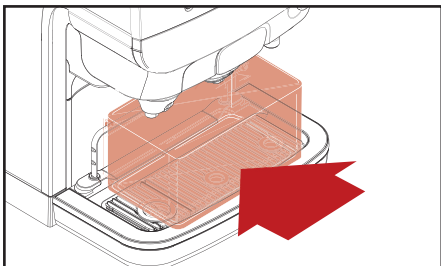

Abb. 5.7 – Behälter platzieren
8. Stellen Sie den Behälter (Abb. 5.7) unter den Produktabfluss und drücken Sie , um Spülen zu starten.
8. Stellen Sie den Behälter (Abb. 5.7) unter den Produktabfluss und drücken Sie ◀, um Spülen zu starten.